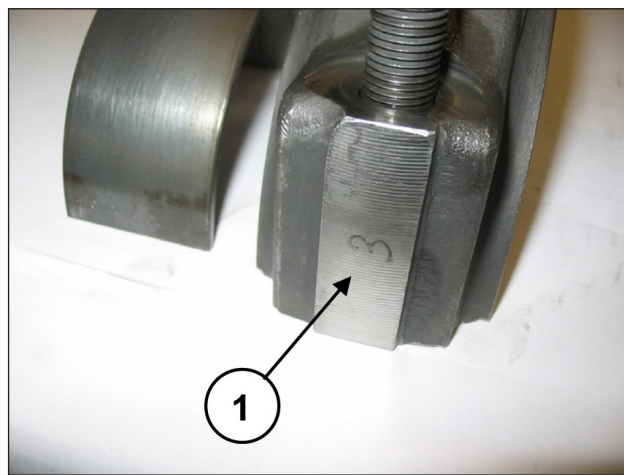

图 43
将半连杆联接先前拆除的连杆帽，注意编号（部件号①，图 43）。
将连杆帽与半连杆分开；正确的联接由一侧的编号保证（位置①，图 43）。